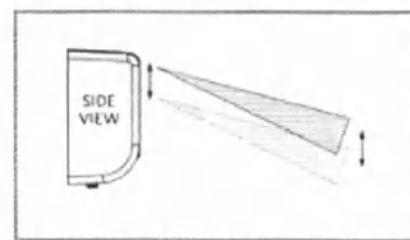

Рисунок 3-18 – Вертикальное планарное выравнивание
6. При необходимости слегка ослабьте винты вертикального планарного выравнивания (отметка H на *Рисунке 3-13 – Настройки сагиттального лазера*) для движения модуля вверх-вниз. Подобная настройка позволяет двигать лазерный луч и изоцентр модуля (*Рисунок 3-18 – Вертикальное планарное выравнивание*). Двигайте внутренний блок модуля до тех пор, пока он не займет нужное положение, после чего затяните гайки, чтобы зафиксировать его. Подобная настройка крайне редко использует в сагиттальных модулях и применяется только в тех случаях, когда модуль должен выпускать луч вниз под экстремальным углом, где траектория луча может блокироваться крышкой модуля. Тогда положение внутреннего модуля можно сместить для свободного прохождения луча.